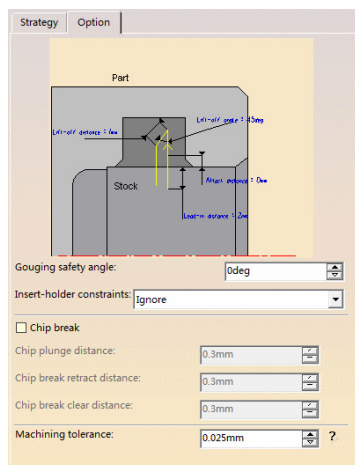

图 6-146 “Option” 选项卡 (6)
- 单击“Option”选项卡（6），设置切入/切出参数如图 6-146 所示。